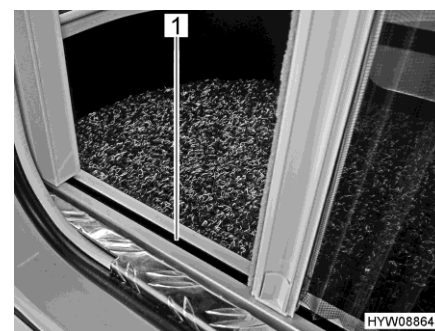

Fig. 54 Moustiquaire (guidage inférieur)
- ▷ Saisir la barre-poignée des deux mains pour fermer et ouvrir. Cela réduit le risque que la moustiquaire se coince dans les guidages (Fig. 54,1).